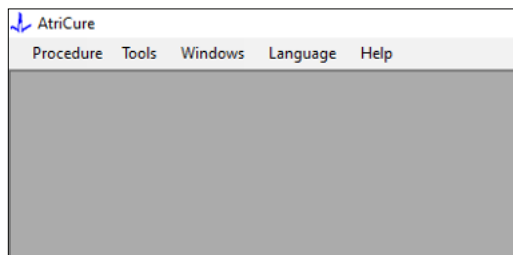

Abbildung 3: Funktionen/Menü der Software-Oberfläche
1. Die Software *RF_Display* verfügt über fünf verschiedene Funktionen/ Menüs (siehe **Abbildung 3**):